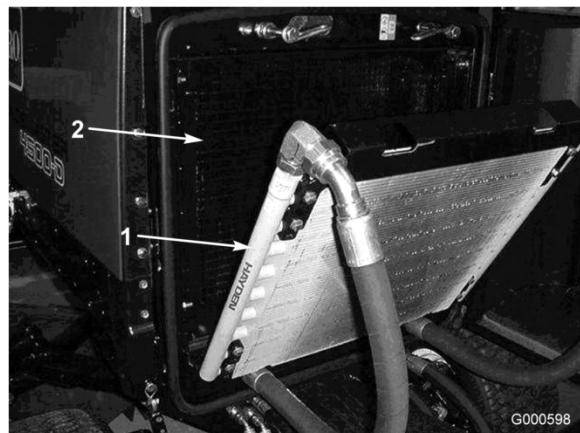

Figura 51
3. Desloque o dispositivo de arrefecimento de óleo para trás. Limpe os dois lados do dispositivo de arrefecimento de óleo e a zona do radiador (Figura 51) com ar comprimido.